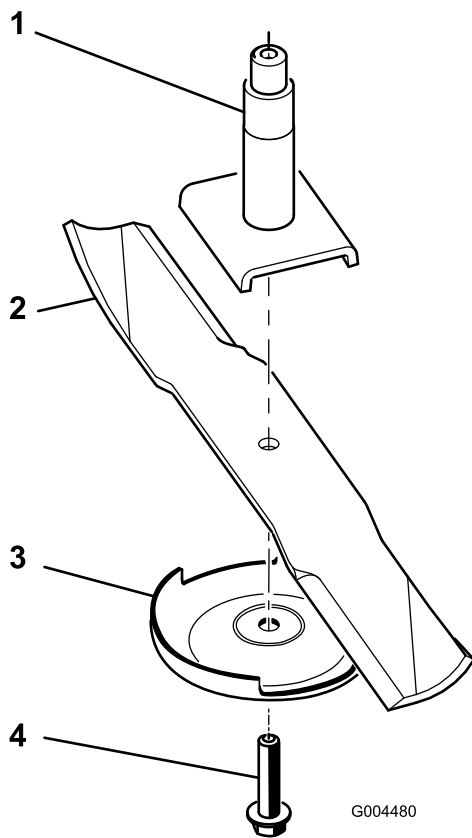

Figura 71
**Nota:** Se a lâmina ficar na horizontal é porque está equilibrada e pode ser utilizada. Se lâmina não estiver equilibrada, lime algum metal da extremidade da aba apenas (Figura 71). Repita este procedimento até a lâmina estar equilibrada.
1. Instale lâmina no eixo (Figura 71).
2. Instale a placa antidanos e o parafuso da lâmina (Figura 71).